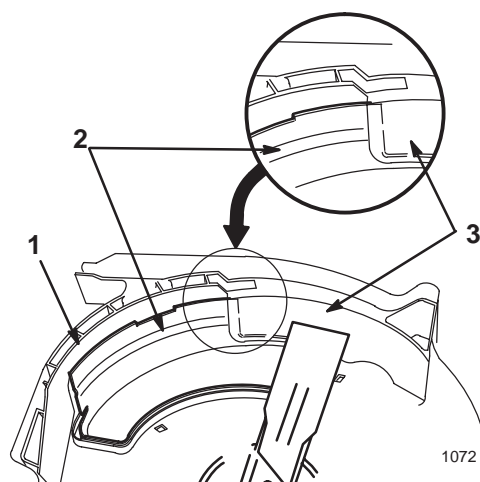

Figure 39
8. Vérifiez l'écartement entre les pointes de la lame et le déflecteur ; ils ne doivent pas se toucher (Fig. 39).
Remarque : Le déflecteur doit passer derrière le déflecteur de tondeuse avant et entre la lame et le garde-pieds, pour éviter tout contact avec la lame (Fig. 39).
Remarque : Le déflecteur de broyage doit passer derrière le déflecteur de tondeuse avant et entre la lame et le garde-pieds, pour éviter tout contact avec la lame (Fig. 39).
10. Vérifiez l'écartement entre les pointes de la lame et le déflecteur ; ils ne doivent pas se toucher (Fig. 39).